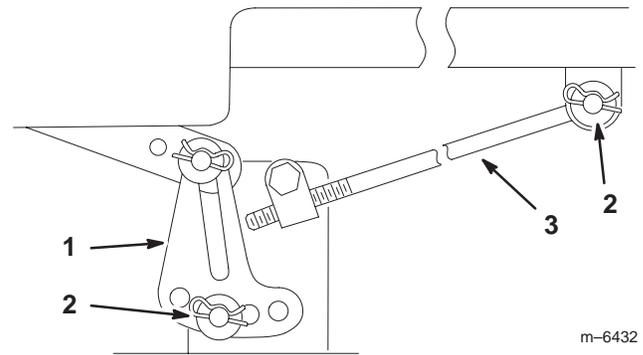

Figure 47
Remarque : Avant de déposer le plateau de coupe, notez quels trous sont utilisés pour les pattes de mise à niveau (Fig. 47).
5. Retirez la goupille fendue et la rondelle de la tige de réglage (Fig. 47) de chaque côté du plateau de coupe.
6. Enlevez la goupille fendue et la rondelle des pattes de mise à niveau (Fig. 47) de chaque côté du plateau de coupe. Notez dans quel trou la patte de mise à niveau est montée, en prévision de la repose. Dégagez les pattes de l'axe de montage.
5. Fixez la tige de réglage à la machine à l'aide de la rondelle et de la goupille fendue (Fig. 47) de chaque côté du plateau de coupe.
6. Glissez les pattes de mise à niveau sur les axes de montage et fixez-les à l'aide des rondelles et des goupilles fendues (Fig. 47).